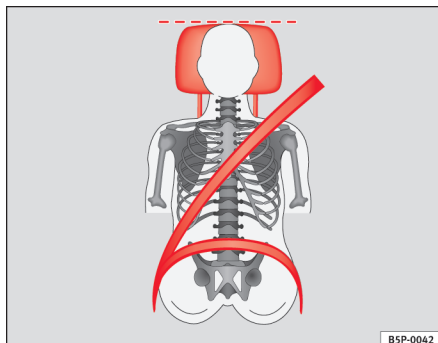

Fig. 12 Sangle bien ajustée et appuie-tête correctement réglé (vue de l'avant)
- La sangle baudrier doit passer plus ou moins au milieu de l'épaule. La ceinture de sécurité doit s'appliquer bien à plat sur le buste et l'enserrer fermement ⇒ fig. 12.